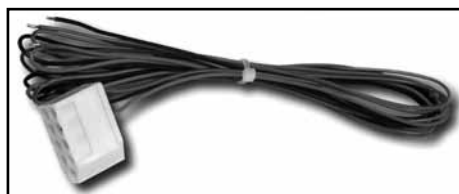

Рисунок 6. Жгут проводов для инжекторных автомобилей.
7.2 Для подключения таксометра к электрооборудованию автомобиля используется жгут проводов для инжекторных автомобилей рисунок 6, поставляемый в комплекте с таксометром.